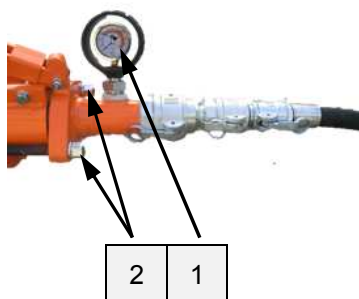

Fig. 62: Presión de mortero a "0 bares"
2. Suelte ligeramente las dos tuercas (2) de la brida de presión (fig. 62) para que pueda salir toda la presión residual.